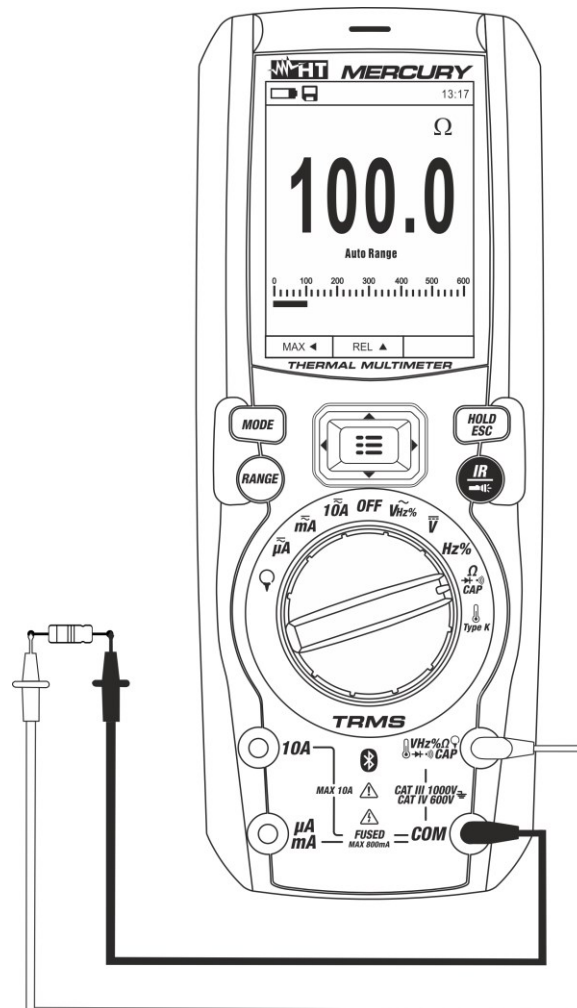

Abb. 24: Verwendung des Gerätes für Widerstandsmessung und Durchgangsprüfung
3. Verbinden Sie die Messleitungen mit den gewünschten Messpunkten des zu messenden Kreises (siehe Abb. 24). Der Widerstandswert erscheint auf dem Display.